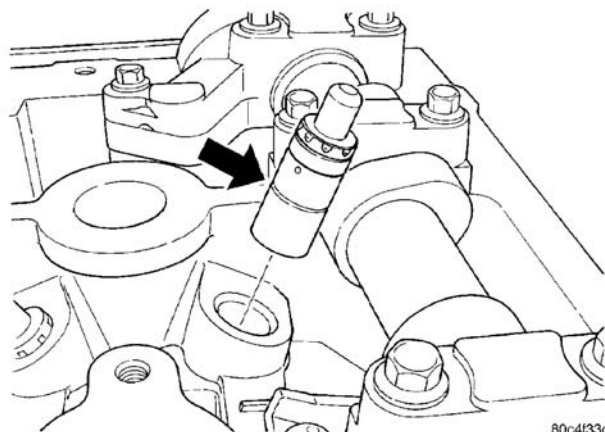

图 37 液压挺杆
(1) 拆下气缸盖。（参见 9-发动机/气缸盖/气缸盖罩-拆卸）
(2) 卸下摇臂。（参见 9-发动机/气缸盖/摇臂-拆卸）
(3) 卸下液压挺柱（图 37）。
(4) 为每个液压挺柱重复卸下载序。
(5) 若重覆使用，在每个液压挺柱上作出标记，以便能重新装配到原来的位置。挺柱作为组件维修。
(1) 安装液压挺杆（图 37）。确定挺杆至少接近充满发动机机油。在这种状态下，若压下挺杆时，柱塞并不会太大程度的移动。
(2) 安装摇臂。（请参阅第 9 单元-发动机/气缸盖/摇臂-安装）
(3) 重复同样的安装程序，安装每一个液压挺杆。
(4) 安装气缸盖罩。（请参阅第 9 单元-发动机/气缸盖/气缸盖罩-安装）